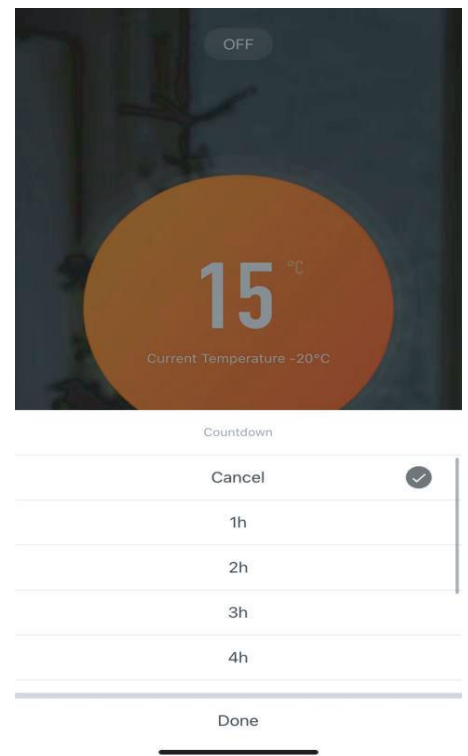

Abb. 8
3. Tippe auf „Countdown“, um eine automatische Abschaltung zwischen 1 und 8 Stunden auszuwählen, wie in Abbildung 8 dargestellt.